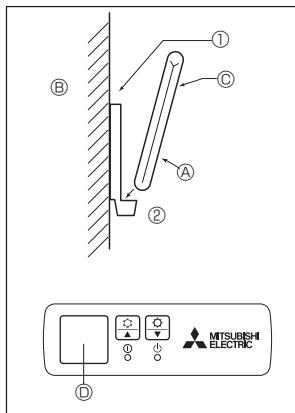
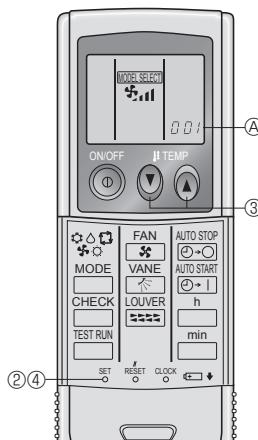

Fig. 6-2
Fig. 6-3
2) Fremgangsmåde til installering (Fig. 6-2)
- ① Fastgør fjernbetjeningsholderen på det ønskede sted ved brug af to selvskærende skruer.
- ② Placer den nedre ende af fjernbetjeningen i holderen.
3) Indstilling (Fig. 6-3)
- ① Indsæt batterier.
- ② Tryk på SET-knappen med en spids genstand.
- ③ MODEL SELECT blinker, og Model No. lyser.
- ④ Tryk på temp-knappen ⑨ ⑩ for at indstille Model No.
- Hvis du gjorde noget forkert under betjeningen, skal du trykke på ON/OFF ⑪ -knappen og begynde forfra fra punkt ③.
- ⑤ Tryk på SET-knappen med en spids genstand.